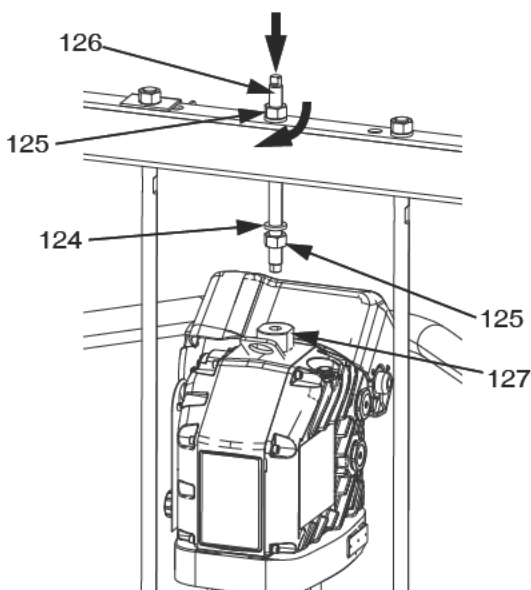

図 30
- b. ネジ山の付いたロッド (126) をセンターホールを通してクロスバーに取り付けます。ワッシャ (124) およびナット (125) を、クロスバーの上および下の両側で、ネジ山の付いたロッド (126) に取り付けます。レンチを使用して吊り上げリング (127) を保持し、別のレンチを使用してネジ山の付いたロッド (106) を吊り上げリングアダプタ (127) に入れて締め付けます。図 30。
- c. クロスバーの下のナット (125) を最大 34 N•m (25 フィートポンド) で締めます。
- d. クロスバーの上のナット (125) を締めてドライバーを所定の場所に固定します。